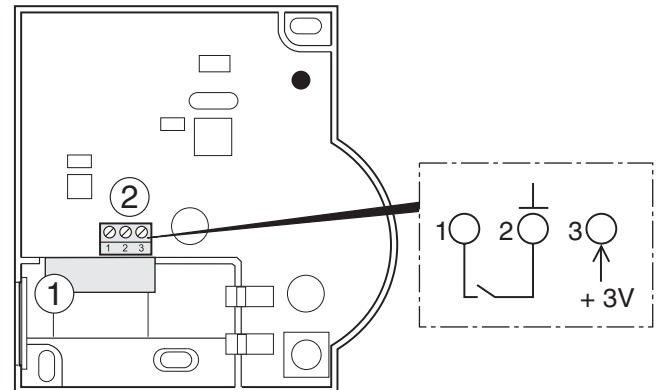

Abb. 7: Anschluss der externen Stromquelle (nur HCW 82)
- ▶ Führen Sie das Ausgangskabel des Netzteils durch die Gehäuseöffnung (1) (siehe Abb. 7) nach innen.
- ▶ Schließen Sie das Ausgangskabel an der Klemme (2) (siehe Abb. 7) an.
- ▶ Schließen Sie einen beliebigen Sensor mit potenzialfreiem Kontakt an den HCW 82 an (Installation an Anschluss 1 und Anschluss 2, siehe Abb. 7 (2), Seite 5).